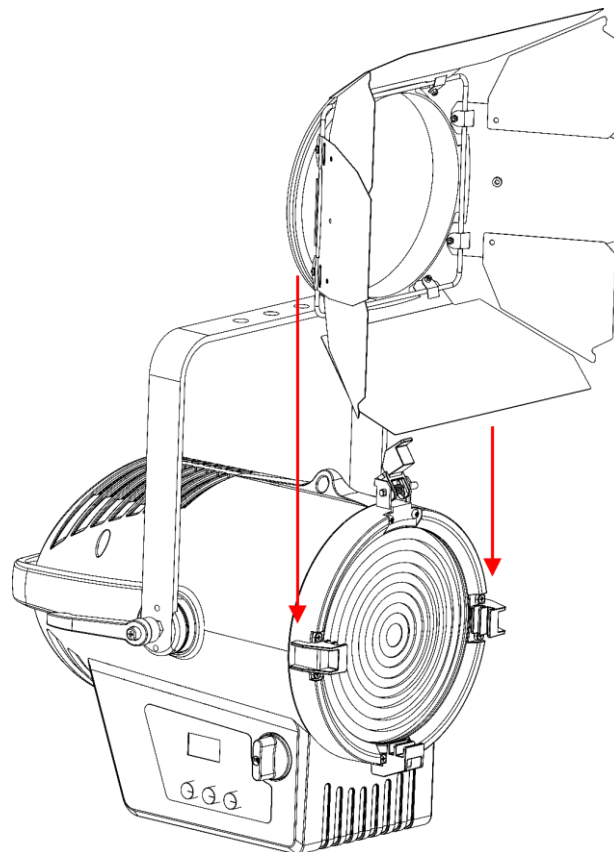

Fig. 11
- 02) Inserire la barndoor come indicato nella Fig. 11.